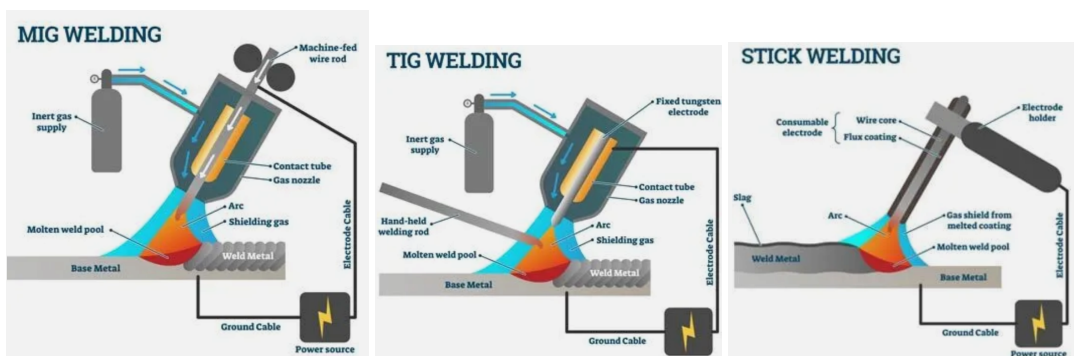

Fig. 54 Tres tipos de soldadura por arco eléctrico
- Por *arco eléctrico*: se proporciona calor mediante una chispa eléctrica, mantenida desde la punta de un electrodo que es el material a aportar y las piezas metálicas a unir. Se emplea corriente continua de baja tensión pero elevada intensidad. Admite las siguientes variantes (Fig. 54):